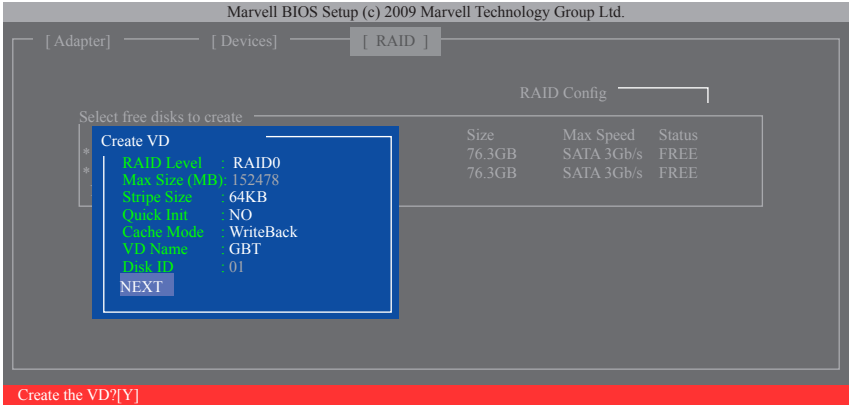

図 8
6. **NEXT:** 上の設定を完了した後、**NEXT** に移動して<Enter>を押しアレイの作成を開始します。確認を求められたら、<Y> を押して確認するか <N> を押してキャンセルします(図 8)。